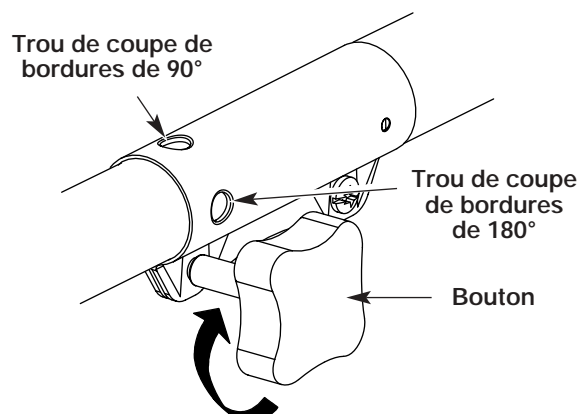

Fig. 8
3. Serrez le bouton en le tournant à droite (Fig. 8).
Pour couper les bordures à l'aide de la tête d'accessoire de coupe sur les modèle EZ-LinkMD, verrouillez le bouton de déclenchement de l'accessoire de coupe dans le trou de 90° ou de 180° (Fig. 8).